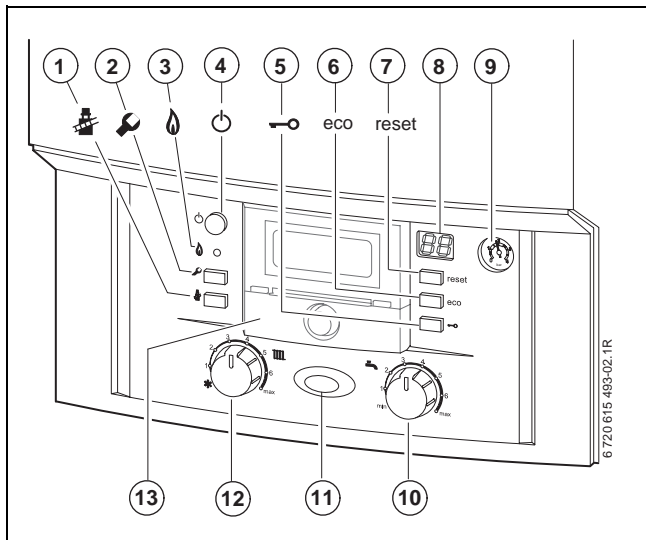

Bild 9
- witterungsgeführter Regler im Gerät eingebaut, → Bild 9, [13], Seite 26. Daraus ergibt sich eine Erweiterung der Bedienelemente am Gerät.